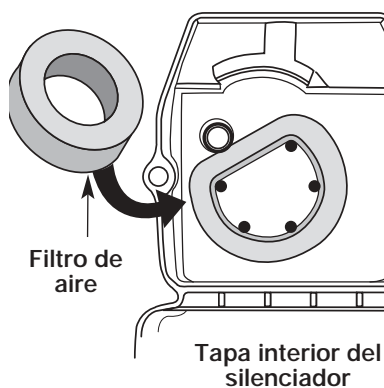

Fig. 21
2. Gire la tapa y ubique el filtro de aire adentro. Saque el filtro de aire de adentro de la tapa del filtro de aire / silenciador (Fig. 21).
6. Cambie el filtro de aire dentro de la tapa del filtro de aire / silenciador (Fig. 21).